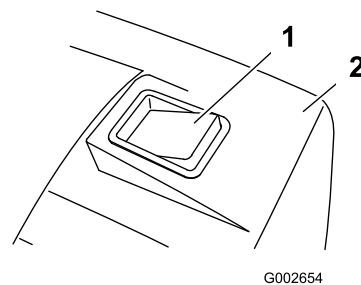

Figura 22
- 4. Siegue con el recogedor de hierba acoplado, hasta que el indicador del recogedor de hierba indique que el recogedor de hierba está lleno (Figura 22).